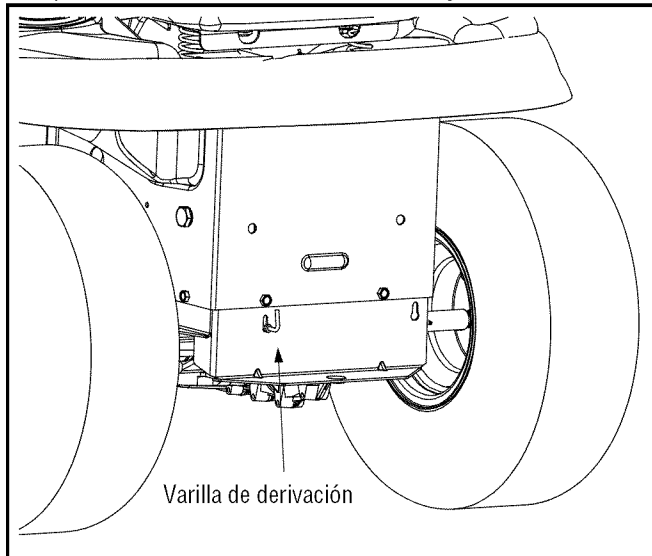

Figura 7
- Localice la varilla de derivación hidrostática en la parte trasera del tractor. Vea la Figura 7.